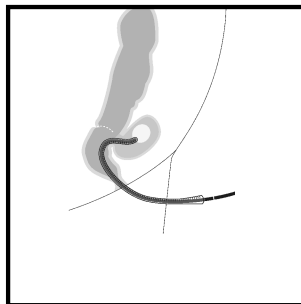

Fig. 2
8. Inserire con cautela l'endoscopio e il overtube (o il rettoscopio o il proctoscopia) nel canale anale utilizzando un lubrificante adatto, e portarlo a livello della cavità della perdita (Fig. 2).